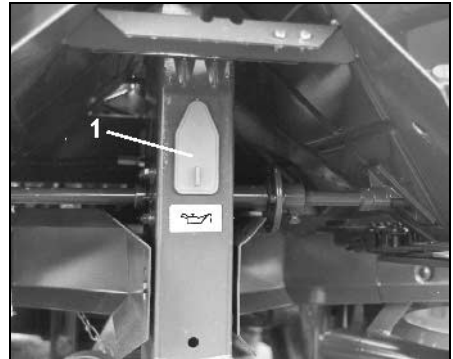

Fig. 55
- Rührwellen und Antriebskette reinigen und einfetten (Fig. 55/1).